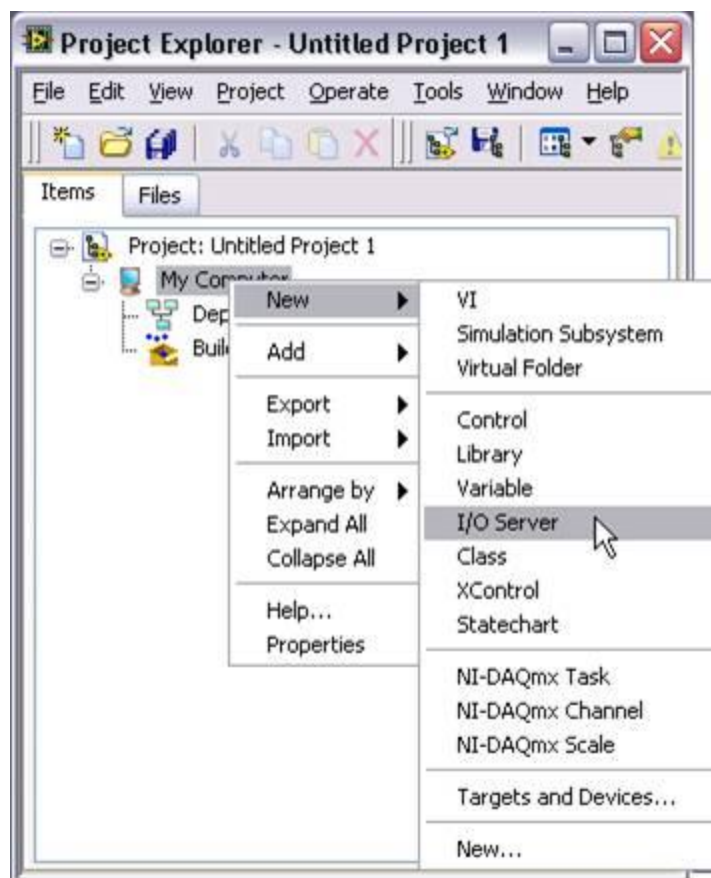

图 3: 通过 LabVIEW 项目新建 I/O 服务器
3. 在 LabVIEW 项目浏览器窗口中，右键点击**我的电脑**，选择**新建》I/O 服务器**，如图 3 所示。